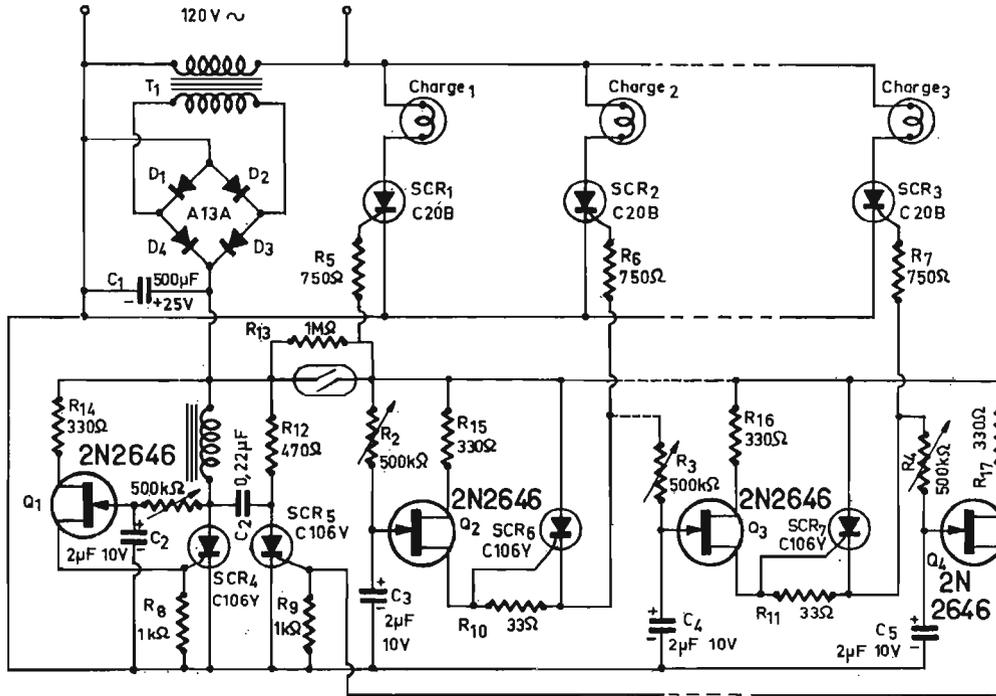

Fig. 3
FIG. 3. — VALEURS DES ELEMENTS. — Potentiomètres : R1, R2, R3, R4 : 500 k Ω ; Résistances 0,5 W : R5, R6, R7 : 750 Ω ; R8, R9 : 1 k Ω ; R10, R11 : 33 Ω ; R12 : 470 Ω ; R13 : 1 M Ω ; R14, R15, R16, R17 : 330 Ω . Condensateurs. — C1 : 500 μ F, 25 V, électrolytique, C2, C3, C4, C5 : 2 μ F, 10 V électrolytique ; C6 : 0,22 μ F, 100 V ; commutateur à lames : 1 A ou 3 A, bobinage 10 000 spires fil 1/10 (825 Ω). Diodes. — D1, D2, D3, D4 : A13A (GE) ; Redresseurs contrôlés au silicium : SCR1, SCR2, SCR3 : C20B ; SCR4, SCR5, SCR6, SCR7 : C106 V ; Transistors unijonction Q1, Q2, Q3, Q4 : 2N2646 ; Lampes : 550 W chacune.
Le circuit figure 3 dérive du précédent ; il compte en plus un réglage de retard indépendant pour chaque étage. Des redresseurs contrôlés au silicium remplacent les triacs pour commander les lampes. Quand le circuit est mis sous tensions tous les redresseurs sont non-conducteurs. Q1 démarre le chronométrage et à la fin du retard déterminé par R1, il amorce SCR4 qui met sous tension le bobinage du commutateur à lames vibrantes.